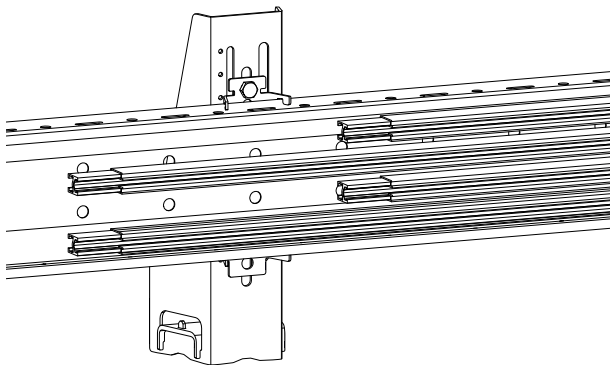
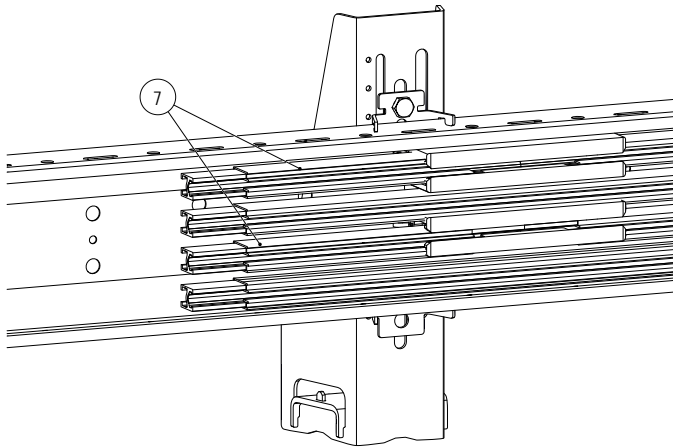

Abb. 39: Schleifleitungsschienen sind nicht auf derselben Höhe
Abb. 41: Schleifleitungsschienen sind auf einer Höhe
6. Durch die versetzte Anordnung der Einspeisungen im Klemmenkasten bzw. den Verbindern sind die weiteren Schleifleitungsschienen auf der Strecke nicht auf gleicher Höhe. Um die Schleifleitungsschienen wieder auf dieselbe Höhe zu bringen, werden an den kurzen Schleifleitungsschienen-Enden jeweils ein Kurzstück (250 mm) (7) mit einem Verbinder montiert, bevor die Schleifleitungsschienen auf der Strecke weiter montiert werden können (siehe Abb. 39 bis Abb. 41).
7. Durch die versetzte Anordnung der Einspeisungen bzw. den Verbindern sind die weiteren Schleifleitungsschienen auf der Strecke nicht auf gleicher Höhe. Um die Schleifleitungsschienen wieder auf dieselbe Höhe zu bringen, werden an den kurzen Schleifleitungsschienen-Enden jeweils ein Kurzstück (250 mm) (7) mit einem Verbinder montiert, bevor die Schleifleitungsschienen auf der Strecke weiter montiert werden können (siehe Abb. 39 bis Abb. 41).